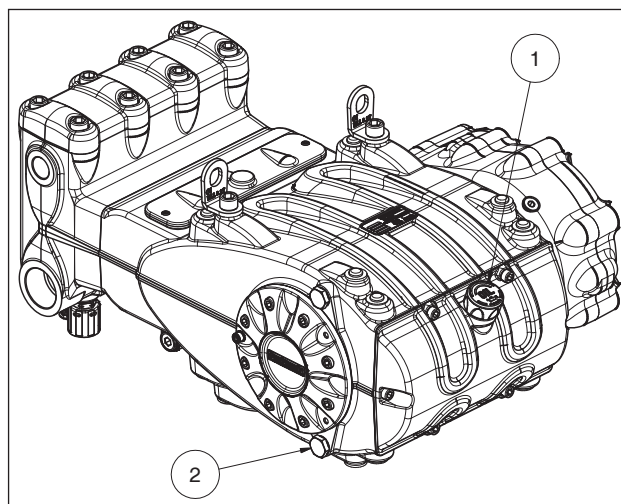

Fig. 3
Controlar el nivel de aceite utilizando el tapón con varilla de nivel con marca de mínimo y máximo ①, Fig. 3. Si es necesario, repostar para restablecer el nivel.
El cambio de aceite se ha de realizar con la bomba a temperatura de trabajo, desmontando el tapón pos. ②, Fig. 3.
Colocar el sistema de manera que el aceite no supere los **115 °C (239°F)** de temperatura durante el funcionamiento de la bomba, por ningún motivo. Introducir una sonda de temperatura en el tapón de descarga del aceite pos. ② Fig. 3. Consultar el manual "PROTECCIÓN ANTIDEFLAGRANTE ATEX".